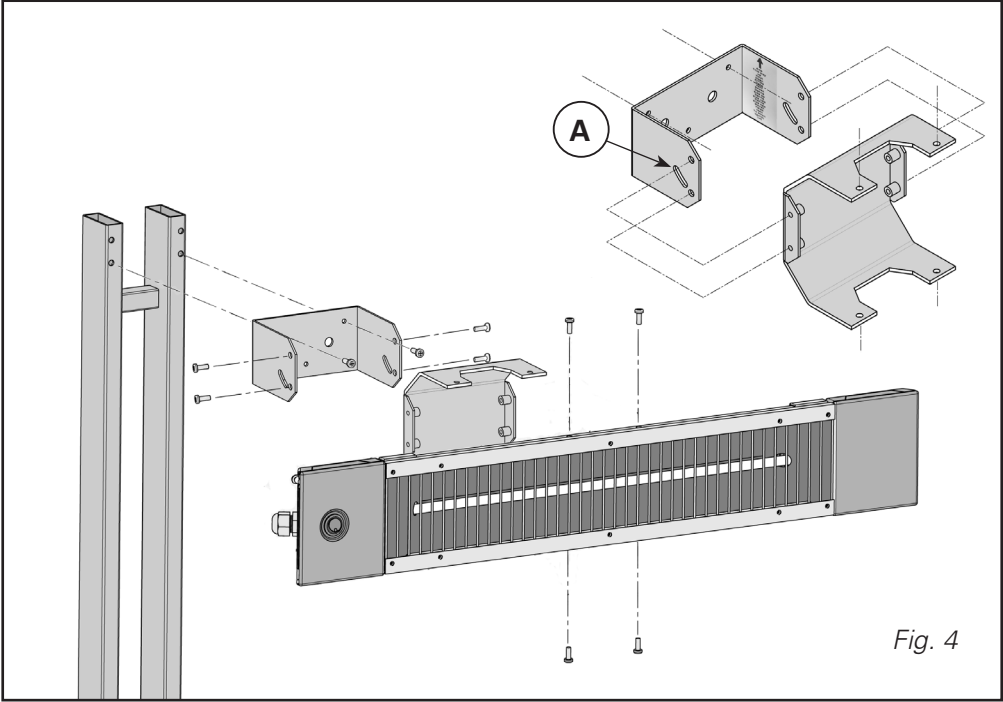
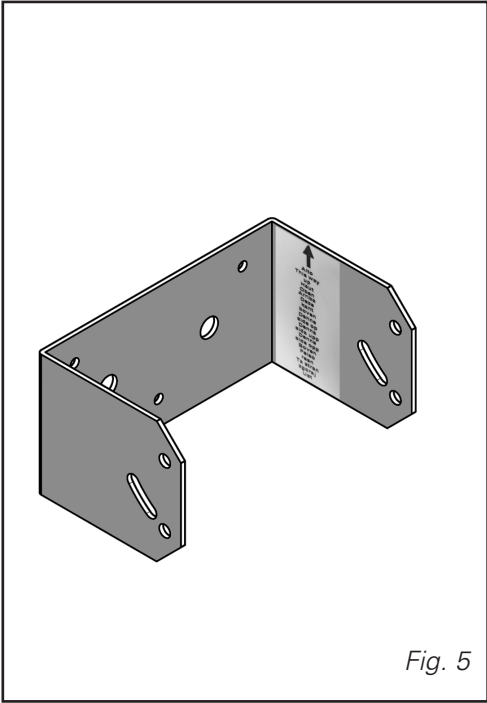

Fig. 4
Fig. 5
im unteren Teil befinden (Abb. 2 und Abb. 2-A), und dass der Pfeil auf dem Aufkleber in Richtung zum hohen gedreht wird (Abb.5).
- **Befestigung an Pfosten (Art.-Nr. 702, optional).** Vor Montage kontrollieren, dass die Öffnungen der Halterung (Art.-Nr. 003205, inkl.) sich im unteren Teil befinden (Abb. 4 und Abb. 4-A), und dass der Pfeil auf dem Aufkleber in Richtung zum hohen gedreht wird (Abb. 5).